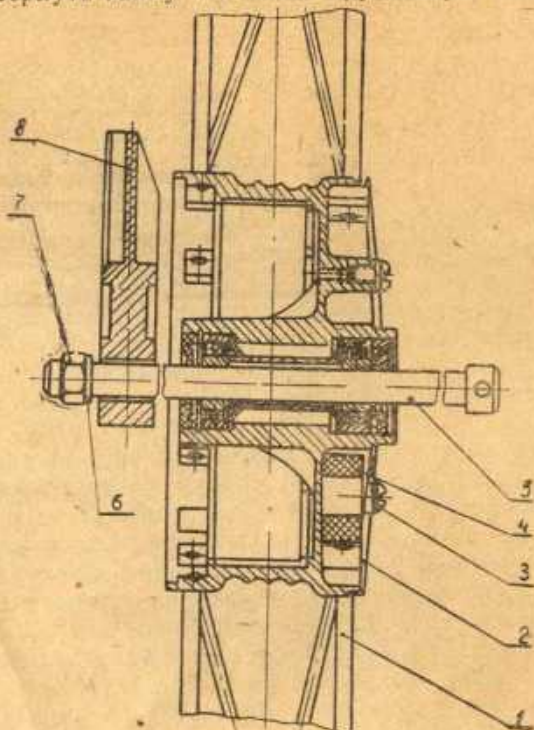

Рис. 10 — Колесо заднее.
Порядок снятия заднего колеса. (Рис. 10).
1. Ослабить гайки заднего колеса (рис. 10 поз. 7).